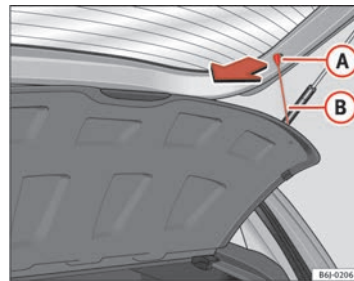

Abb. 90 Hutablage
- Die Stäben ⇒ Abb. 90 (B) aus den Aufnahmen (A) aushängen.